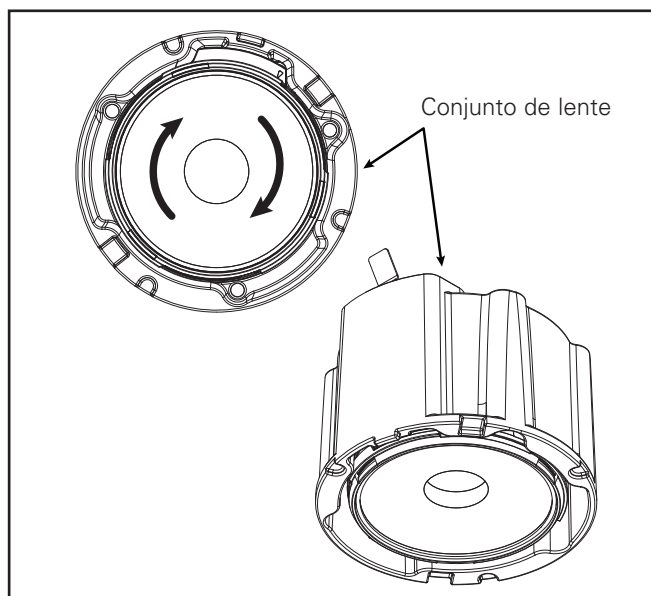

Figura 2
4. Sujete la unidad de la óptica al motor de la luz LED haciéndola girar a tope en el sentido de las agujas del reloj (Figura 2). Asegúrese de que la óptica está bien sujeta en su sitio.